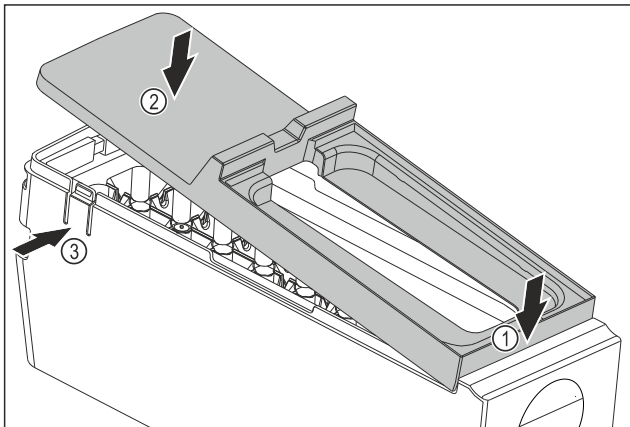

Fig. 115
- ▶ EasyTwist-Ice-rungon kannen asennus: Aseta kansi eteen. Fig. 115 (1)
- ▶ Laske kansi taakse. Fig. 115 (2)
- ▷ Kansi lukittuu kuuluvasti molempiin kielekkeisiin Fig. 115 (3).